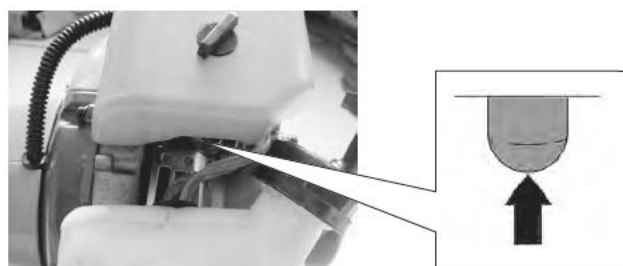

рис. 10
3. Подкачайте топливо нажав несколько раз на подсос пока топливо не потечет по прозрачной топливопроводной трубке. Рис. 10.